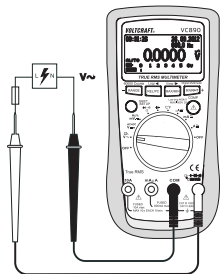

Fig. 10
1. Allumez le DMM et sélectionnez la plage de mesure «  $V \sim$  ». Appuyez sur la touche SHIFT/SETUP (3) pour commuter sur la plage de mesure «  ».
2. Insérez le cordon de mesure rouge dans la douille de mesure  $\text{CHzV}\Omega$  (7), le cordon de mesure noir dans la douille de mesure COM (8) (Fig. 10).